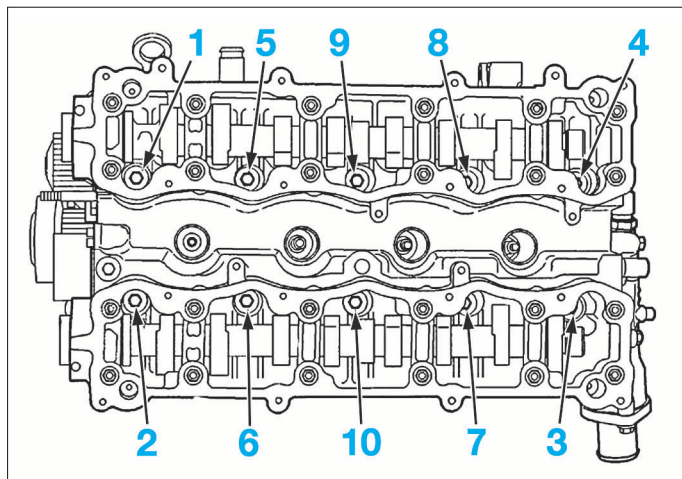

FIG. 31
- Desserrer progressivement et en spirale les vis en commençant par l'extérieur (Fig.31).